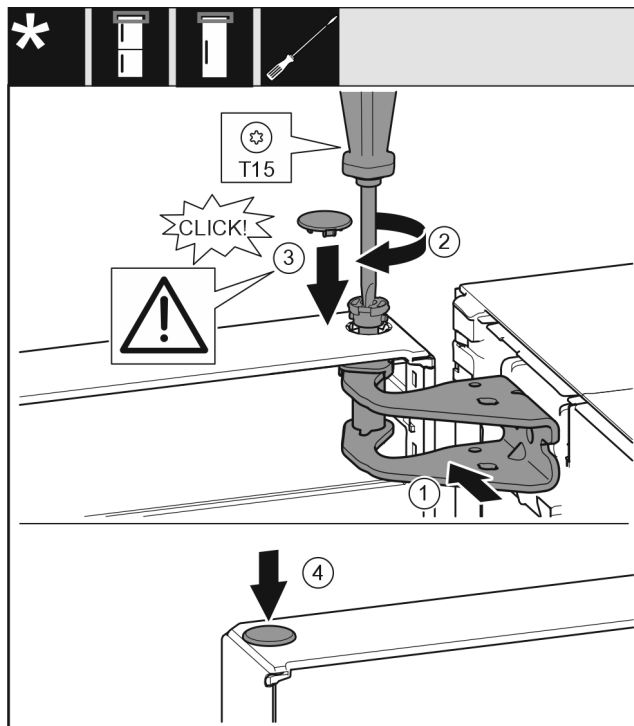

Fig. 34
- ▶ 将冰箱门的上方对准托架 Fig. 34 (1) 中的开口。
- ▶ 放入螺栓 Fig. 34 (2) 并用螺丝刀拧紧。
- ▶ 装入盖板 Fig. 34 (3)。
- ▶ 检查盖板 Fig. 34 (3) 是否紧贴在冰箱门上。
- ▶ 装入盖板 Fig. 34 (4)。